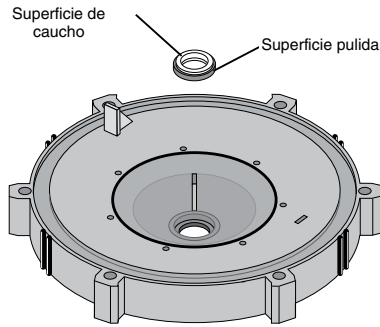

**Figura 5**
9. Coloque la placa de estanquidad hacia abajo sobre una superficie plana y golpetee para sacar el asiento de cerámica. (Figura 5).